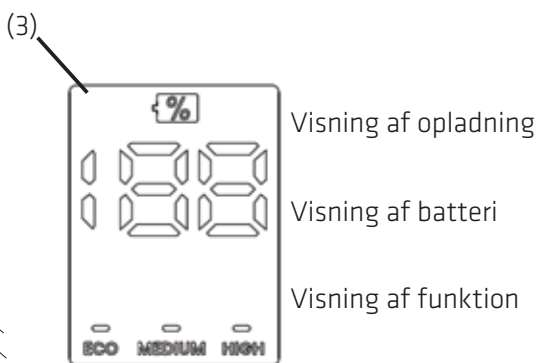

Fig. 4-1b
Apparatet kan sættes på tre forskellige styrker. Tryk på tænd/sluk-knappen (1) igen for at stoppe apparatet. Hold øje med strømindikatorerne (3) (se fig. 4-1B) under brug. Når batteriet er lavt på strøm, blinker "LO" på skærmen for at vise, at batteriet skal oplades. Apparatet holder automatisk op med at køre, når indikatorerne går ud (du kan læse mere om apparatets hastighedsindstillinger i oplysningerne nedenfor)